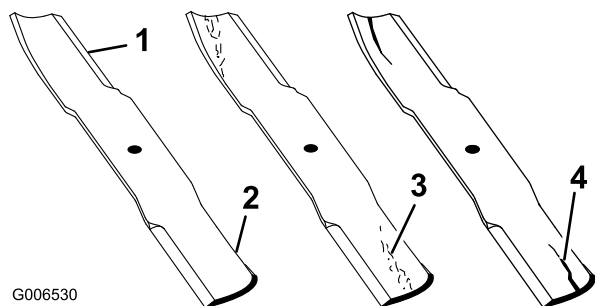

Figure 75
1. Examinez le tranchant des lames (Figure 75). Si les lames coupent mal ou présentent des indentations, déposez-les et aiguisiez-les (voir Aiguisage des lames).
2. Inspectez les lames, surtout la partie incurvée. Remplacez immédiatement toute lame fendue, usée ou qui présente une entaille (Figure 75).